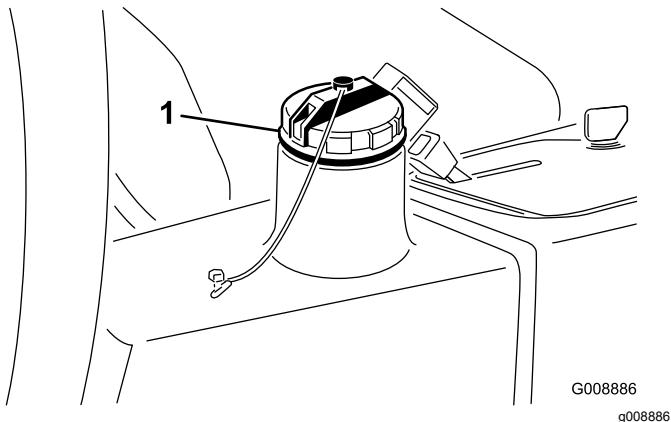

Figura 79
4. Riempite il serbatoio idraulico (Figura 79) con circa 13,2 litri di fluido idraulico; vedere Verifica dell'impianto idraulico \(pagina 52\).